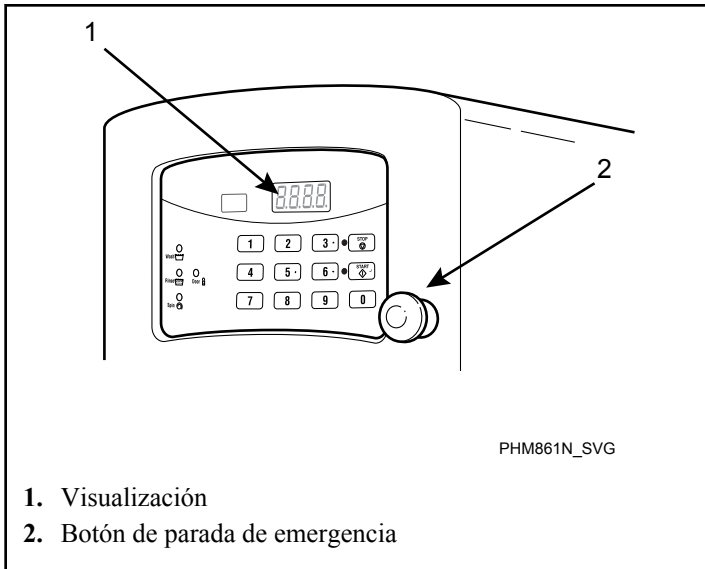

Figura 39
9. El botón de parada de emergencia (consulte *Figura 39*) debe ser presionado para poner fin a la operación de la máquina cuando se presente cualquier condición de inseguridad durante la operación de la misma.